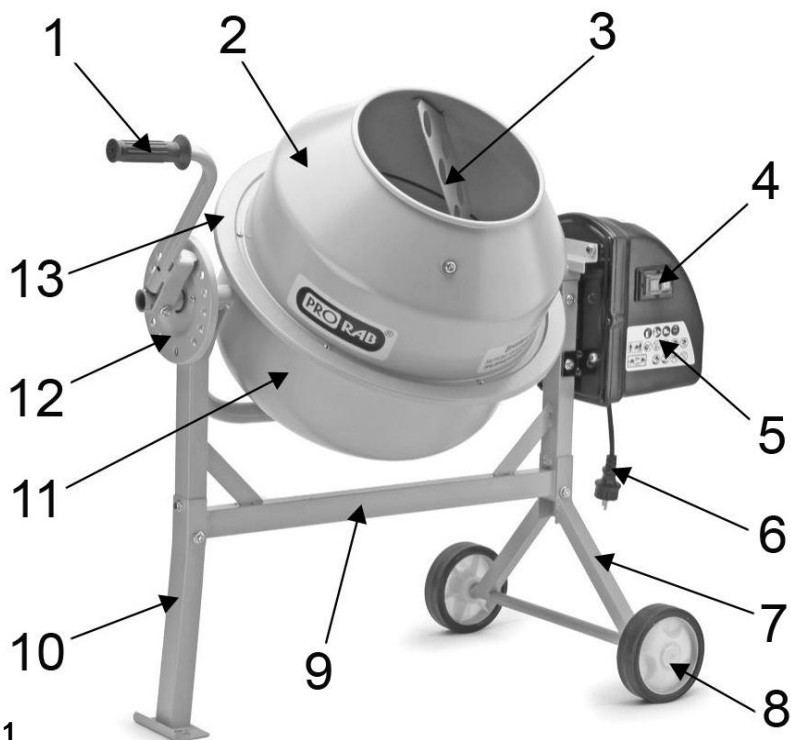
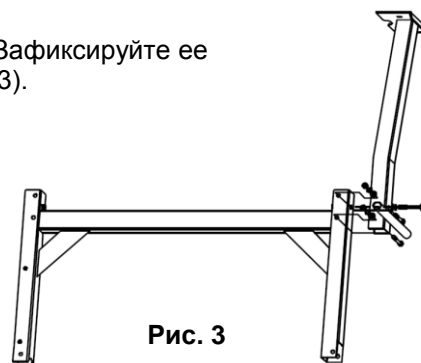
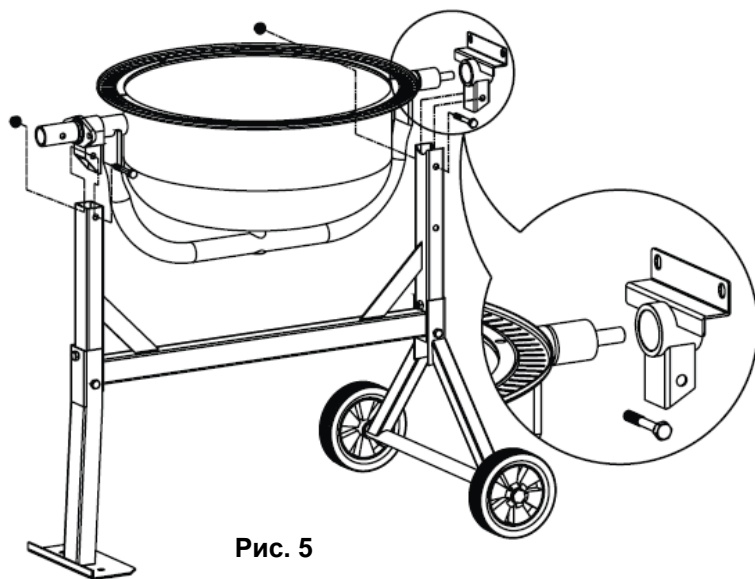

Рис. 1
Рис. 3
Рис. 5
- Наденьте на оси колесной стойки (7)(См. Рис.1; 2) по колесу с каждой стороны. Зафиксируйте их с помощью стопоров – шплинтов.
- К несущей балке (9)(См. Рис.1) присоедините дополнительную опору. Зафиксируйте ее положение винтами (M8x40 и M8x45). Крепко затяните винты (См. Рис.3).
- Соедините раму с колесной стойкой (7)(См. Рис.1; 4). Зафиксируйте ее положение винтами (M8x40 и M8x45). Крепко затяните винты.
- Установите опорную дугу вращения барабана на балку рамы. Зафиксируйте ее положение винтами M8x50 (См. Рис.5).
- Осторожно поместите нижний барабан (11)(См. Рис.1) на стойку, так чтобы подшипники попали в соответствующие пазы (См. Рис.5).
- Поместив верхний барабан (2)(См. Рис.1) на обод нижнего барабана (11)(См. Рис.1; 7), убедитесь в совпадении пазов и стрелок, а так же и свободном вращении лопастей внутри барабана.
- Установите диск-фиксатор (12)(См. Рис.1) на место крепления.
- Прикрепите рукоятку контроля угла наклона барабана (1)(См. Рис.1; 9). Зафиксируйте ее положение винтом М8х50.
- Трансмиссия с электродвигателем закрыта защитным кожухом (5)(См. Рис.1;10).
- Перед началом эксплуатации нового бетоносмесителя, или бетоносмесителя после продолжительного хранения, удостоверьтесь в правильном натяжении приводного ремня. Откройте крышку электродвигателя, открутив 6-ть винтов крепления кожуха (5)(См. Рис.1). Приводной ремень должен быть надет на шкив, прогиб ремня при нажатии на него пальцем в средней части должен быть в районе 0,5-1 см.
1. Подключите сетевой шнур (6)(См. Рис.1) бетоносмесителя к однофазной сети питания напряжением ~230 В / 50 Гц.
2. ***Для запуска бетоносмесителя:*** нажмите на зеленую кнопку включения (4)(См. Рис.1), расположенную сбоку на защитном кожухе электродвигателя.
3. ***Для отключения:*** нажмите на красную кнопку (4)(См. Рис.1).